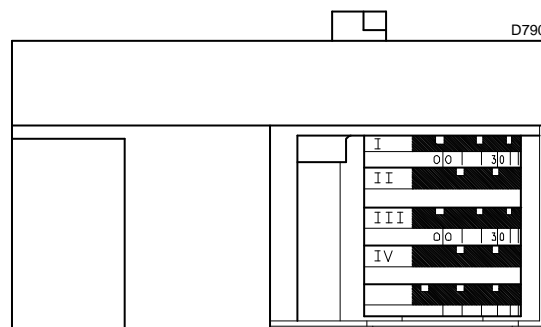
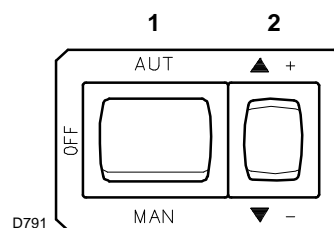
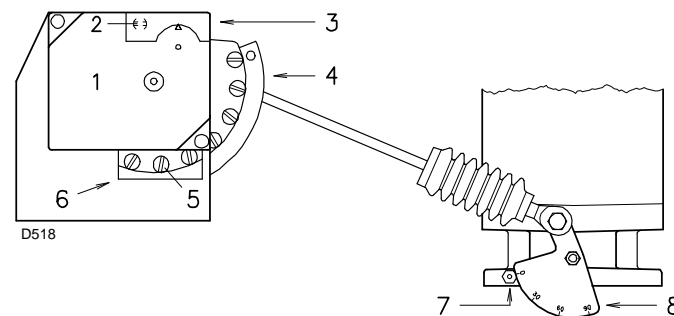

Fig. 25
Fig. 26
Fig. 28
El servomotor (Fig. 25) regula simultáneamente el registro del aire mediante la leva de perfil variable y la válvula de mariposa del gas.
Cerrar los termostatos y poner el interruptor 1)(Fig. 26) en la posición "MAN".
Presionar el pulsador 2 (Fig. 26 en la pág. 23) "disminución de potencia" (▼ -) y mantenerlo presionado hasta que el servomotor haya cerrado el registro de aire y la válvula de mariposa del gas a 20° (regulación hecha en fábrica).
- Si es necesario disminuirlo, reducir un poco el ángulo de la leva III (Fig. 25 en la pág. 23) mediante desplazamientos cortos consecutivos, es decir, pasando del ángulo de 20° a 18° - 16°...
- Si es necesario aumentarlo, presionar un poco el pulsador 2 (Fig. 26 en la pág. 23) "aumento de potencia" (▲ +) (abrir 10-15° la válvula de mariposa del gas), aumentar el ángulo de la leva III (Fig. 25 en la pág. 23) con desplazamientos cortos consecutivos, es decir, pasando del ángulo de 20° a 22° - 24°...
Variar progresivamente el perfil inicial de la leva 4) (Fig. 28) girando los tornillos de la leva que aparecen en el interior de la abertura 6). Si es posible, no girar el primer tornillo, dado que es el que se utiliza para cerrar completamente el registro del aire.
Leyenda (Fig. 28)
En la descripción anterior el quemador quedó encendido, funcionando a la potencia MÍN. Presionar ahora el pulsador 2) (Fig. 26 en la pág. 23) "aumento de potencia" (▲ +) y mantenerlo apretado hasta que el servomotor haya abierto el registro del aire y la válvula de mariposa del gas a 90°.
A manera orientativa se puede calcular consultando la Tab. H en la pág. 19, es suficiente leer la presión del gas en el manómetro, (Fig. 25 en la pág. 23), y seguir las indicaciones de la pág. 19.
Variar progresivamente el perfil final de la leva 4) (Fig. 28) girando los tornillos de la leva que aparecen en el interior de la abertura 6).
Presionar un poco el pulsador 2)(Fig. 26 en la pág. 23) "aumento de potencia" (▲ +) de manera que un nuevo tornillo 5)(Fig. 28) aparezca en el interior de la abertura 6)(Fig. 28), regular hasta obtener una óptima combustión. Proceder del mismo modo con los demás tornillos.
Apagar el quemador con el interruptor 1)(Fig. 26 en la pág. 23), posición OFF, desbloquear la leva de perfil variable, situando en posición vertical la ranura 2)(Fig. 28) desde el servomotor y, haciendo girar a mano varias veces la leva hacia adelante y atrás, verificar que el movimiento sea suave y sin atascos.